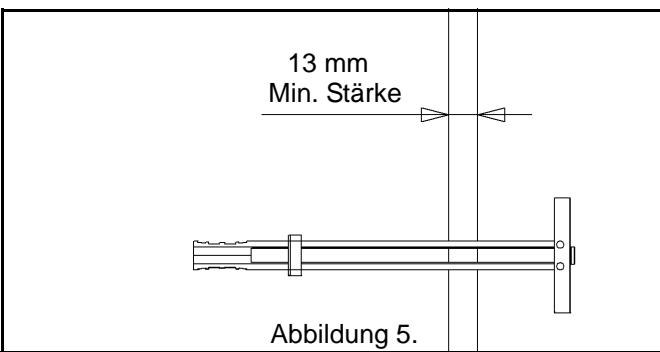

Abbildung 5.
3. Den Kunststoffanker (100) in die Bohrung einsetzen, den Fingergriff zusammen schieben, um das Ende im Loch senkrecht zur Wand zu drehen (siehe Abbildung 5).